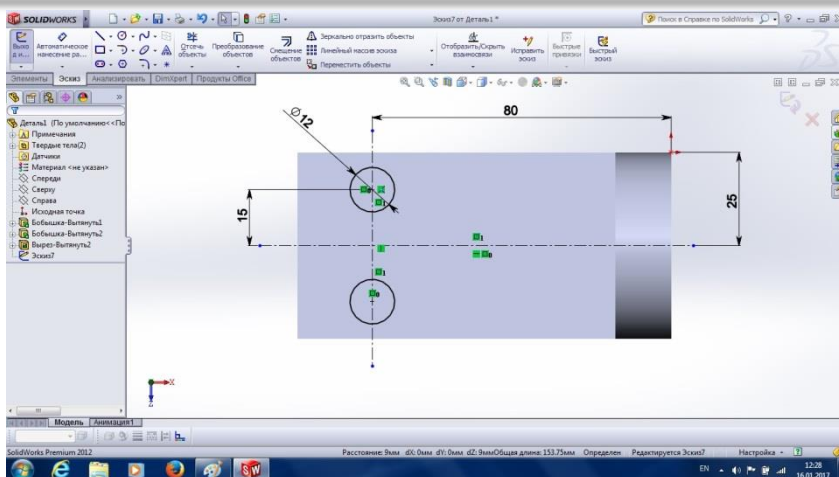
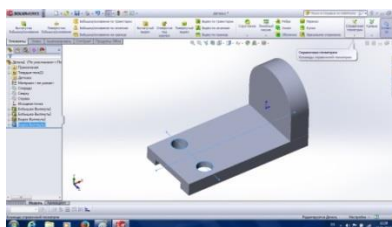

Рис. 3.13
Рис. 3.14
15. На вибраній площині наступного ескіза (зафарбованого синім кольором) будуємо два кола для моделювання отворів (рис. 3.13), при цьому можна скористатися інструментом **Дзеркальне відображення**, використовуючи у Менеджері властивостей вісь відображення.
16. Наносимо необхідні розміри та прив'язки для майбутніх отворів (рис. 3.13) і, вийшовши із ескіза, командою **Витягнутий виріз, Наскрізь** будуюмо модель отворів у нижній пластині (рис. 3.14).